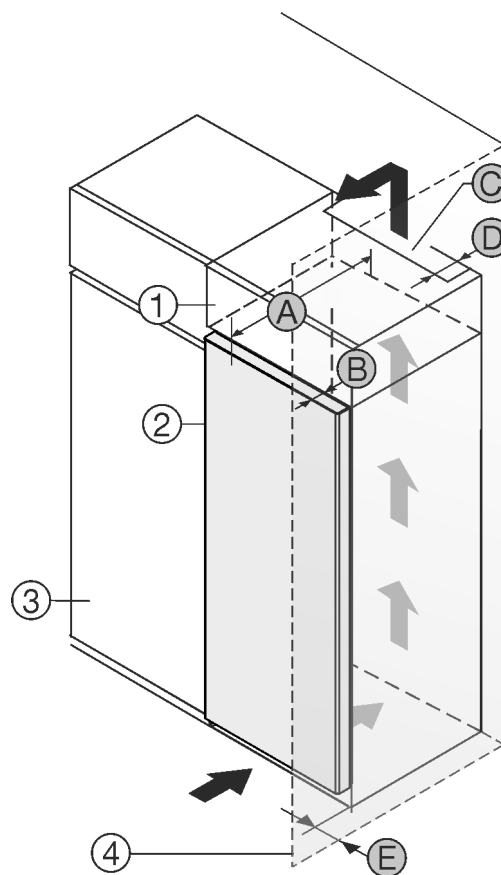

Fig. 1
- (1) Nastavná skříňka *
- (2) Příklad *
- (3) Kuchyňská skříň *
- (4) Stěna *
- (5) Hloubka dvířek *
- (6) Ventilací průřez *
- (7) Vzdálenost zadní strany přístroje *
- (8) Vzdálenost k zadní straně přístroje *
Můžete přístroj nainstalovat přímo vedle kuchyňské skříňky Fig. 1 (3).*
Na zadní straně nastavné skříňky musí být větrací šachta hluboká Fig. 1 (6) přes celou šířku nastavné skříňky.*
Pod stropem místnosti musí být dodržen ventilací průřez Fig. 1 (6).*
Když přístroj instalujete závěsy vedle stěny Fig. 1 (4), musí být vzdálenost mezi přístrojem a stěnou minimálně 13 mm.*
Když přístroj instalujete závěsy vedle stěny Fig. 1 (4), musí být vzdálenost mezi přístrojem a stěnou minimálně 20 mm.*
Aby bylo možné dvířka plně otevřít, musí přístroj přesahovat o hloubku dvířek Fig. 1 (5) vůči přední linii kuchyňské skříňky. V závislosti na hloubce kuchyňských skříňek Fig. 1 (3) a použití vymezovačů odstup od stěny může přístroj vyčnívat dále.*